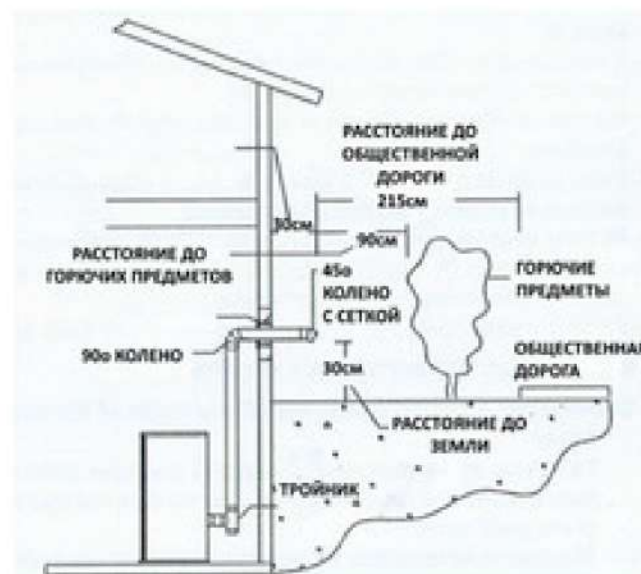

Рисунок 20
- Место выхода выхлопной трубы рис. 20 должно быть не менее: 305 мм над уровнем земли. **ВНИМАНИЕ**, минимальный вертикальный подъем всегда должен быть не менее 1,5 м. Дымоход на 30см над землей небезопасен для детей: мы настоятельно рекомендуем, чтобы вытяжной патрубок дымохода был поднят еще на 120 см, чтобы избежать травм. 2,1 м от общественного прохода, но обратите **ВНИМАНИЕ** на то, где вентиляционное отверстие должно заканчиваться, так как оно не должно находиться между двумя жилыми домами или обслуживать их и/или непосредственно над тротуарами или мощеными подъездными путями; - 305 мм от места прохода стены; 915 мм от узла газового счетчика/регулятора; 915 мм от любых соседних горючих материалов, таких как: соседние здания, заборы, выступающие части конструкции, карнизы или свесы крыш, растения, кустарники и т. д. - Выхлопные газы от сжигания пеллетного топлива могут загрязнять стены. Чтобы избежать такой возможности, поднимайте дымоход выше линии крыши.